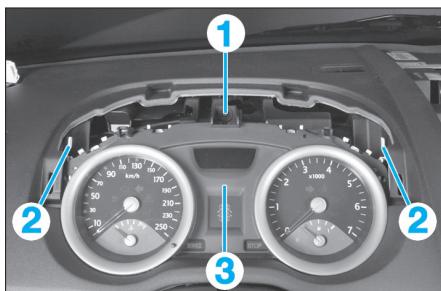

FIG. 9
- la vis supérieure (1) (Fig.9).